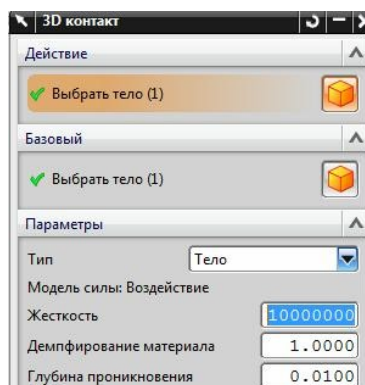
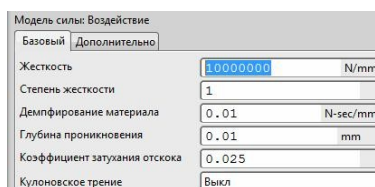

Рис.26
рис.28
- Диалоговое окно назначение упора показано на рис.26. Здесь важно указать – между какими телами может возникнуть столкновение, которое наш упор должен зафиксировать. И, что очень важно, требуется указать параметры, характеризующие такое столкновение. А именно – *жесткость* столкновения, *демпфирование материала*, *глубина проникновения* материала в материал и др. (рис.28).
- Рекомендуемые параметры упора из нашего примера приведены на рис.28.